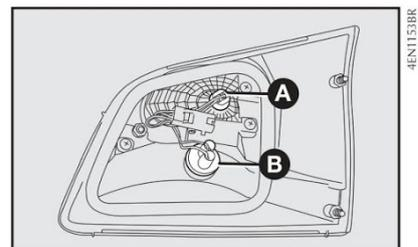

fig. 54
A-fig. 54: Luz de posição traseira.
B-fig. 54: Luz de marcha a ré.
2) Para substituir a lâmpada da luz de posição, puxar o porta-lâmpada **A-fig. 54** e puxar a lâmpada fixada a pressão. Em seguida, substituir a lâmpada e recolocar o porta-lâmpada.
3) Para substituir a lâmpada da luz de marcha a ré, girar no sentido anti-horário o porta-lâmpada **B-fig. 54** e puxar a lâmpada fixada a pressão. Em seguida, substituir a lâmpada e recolocar o porta-lâmpada, girando-o no sentido horário.